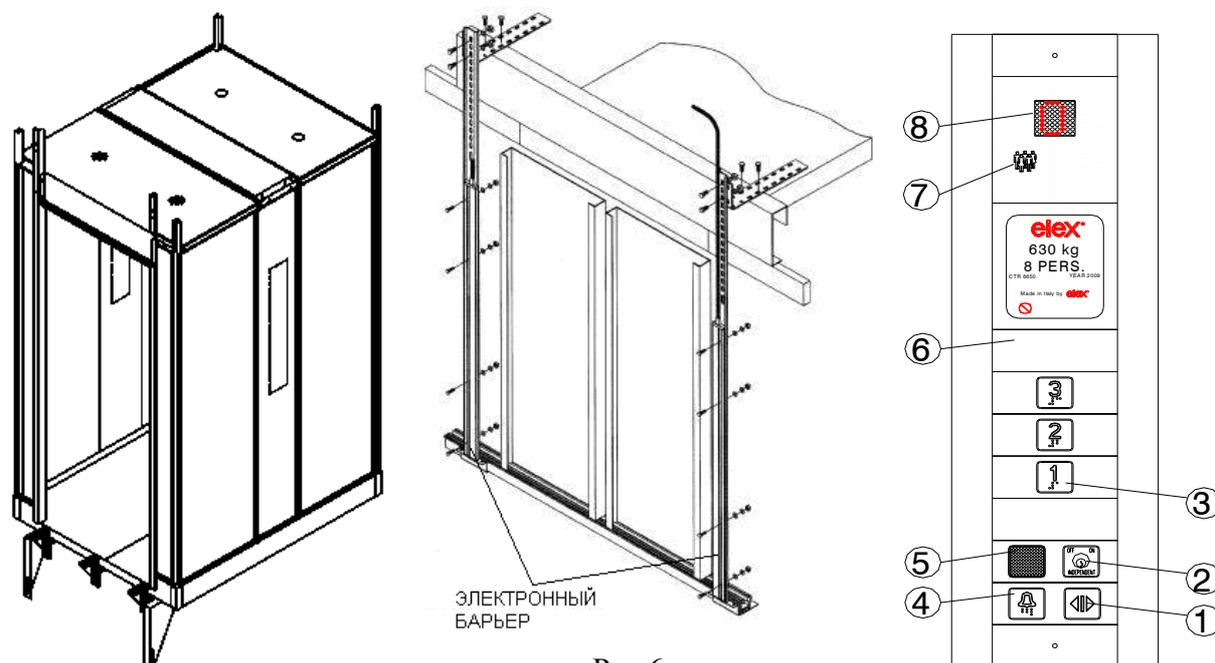

Рис.6
верхней и нижней частях каркаса установлены башмаки качения или скольжения. Кабина подвешена на тяговых канатах, которые проходят через блоки полиспастной подвески расположенные в нижней или верхней части каркаса. Под каркасом установлен механизм привода ловителей. Пол кабины неподвижный, контроль загрузки производится с помощью электронных датчиков. Купе кабины бывают обычные и панорамные (см.рис.6). Кабина может быть проходной и непроходной. В дверном проеме установлен инфракрасный барьер (см.рис.6), с помощью которого осуществляется реверсирование дверей при закрытии, в случае попадания каких-либо предметов в проем.
В купе расположен приказной пост (см. рис.6) с кнопками этажей (3), дополнительными кнопками открытия и закрытия дверей (1), вызова помощи при аварии (4), включения вентилятора (опция), специальными выключателями режимов проводника или пожарного режима (2). Также на приказном посту расположен индикатор перегрузки (7), дисплей с индикацией направления движения кабины и номеров этажей (8), двухсторонняя переговорная связь (6), аварийное освещение (5).